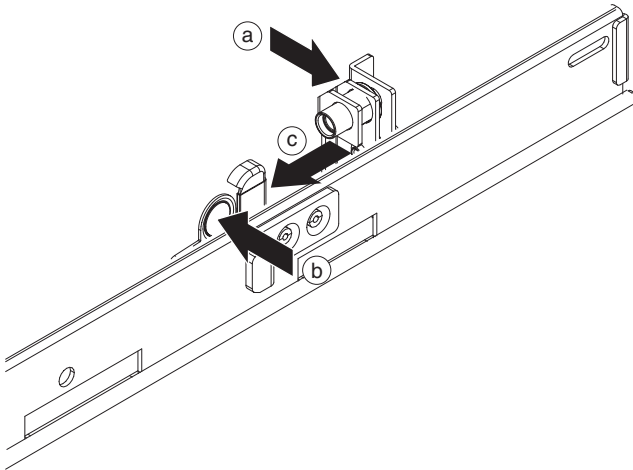

Figure 5. Partie arrière de la glissière fixée au châssis de l'armoire
2. Insérez la partie arrière gauche de la glissière sur le boîtier de l'armoire. Vous pouvez ajuster la longueur de la glissière en faisant coulisser le mécanisme de montage arrière jusqu'à le faire correspondre à la longueur de l'armoire. Si vous relâchez le mécanisme de verrouillage, l'ensemble du mécanisme de montage coulisse sur la glissière (voir figure 5).